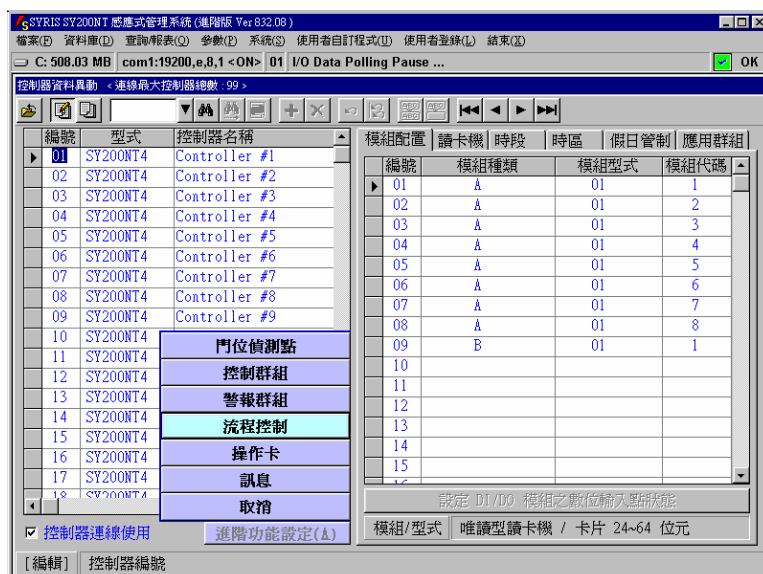

图 1-2 控制器数据 – 进阶功能设定选单
4. 点选”进阶功能设定(A)”，待次选单出现，如图 1-2 所示。